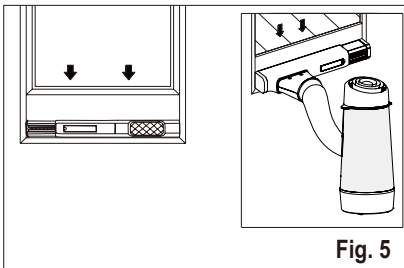

Fig. 5
3. Montera fönstersatsen på fönstret och skjut in adaptern B i skjutfönstersatsen och tätningen. (Fig. 5 och 6)